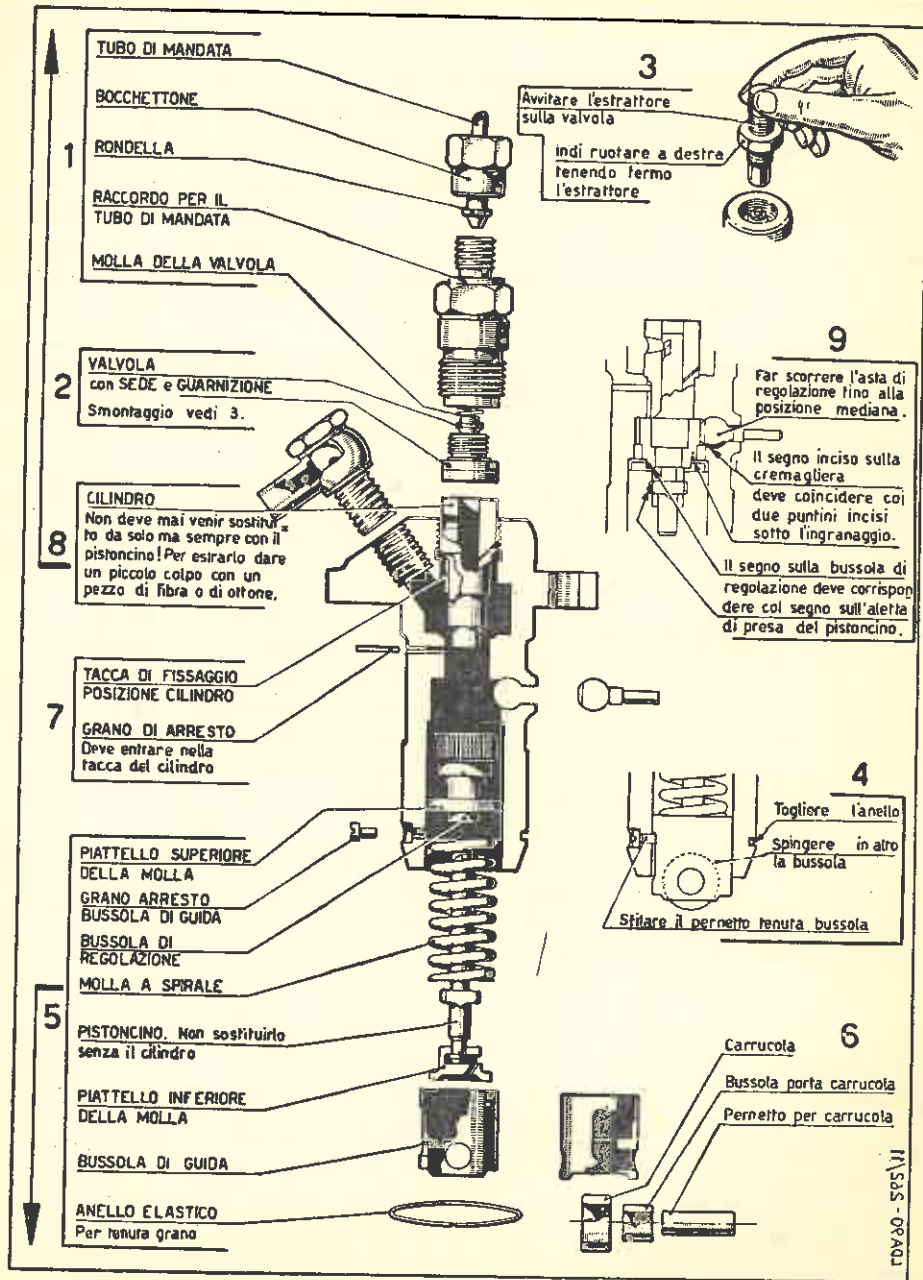

Fig. 1 - ISTRUZIONI PER LO SMONTAGGIO E IL RIMONTAGGIO DELLA POMPA INIEZIONE
A) Pompa iniezione. — E' del tipo Bosch ed è fissata in posizione inclinata in apposito alloggiamento del basamento. La camma agisce direttamente sul rullino del pompante. Per quanto riguarda le istruzioni per lo smontaggio e il rimontaggio degli elementi che compongono la pompa iniezione vedere fig. 1 a pag. 6.